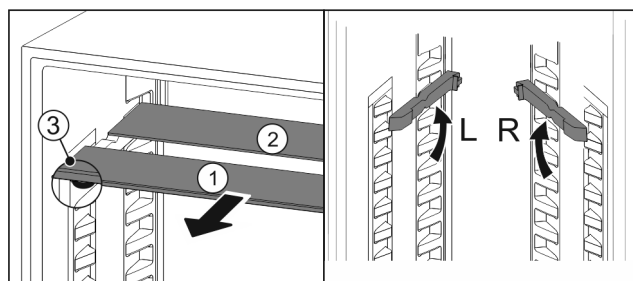

Fig. 105
- estrarre i ripiani di vetro singolarmente tirando in avanti Fig. 105 (1).
- ▷ Il piano in vetro Fig. 105 (1) con il motivo ornamentale è nella parte anteriore.
- ▷ I fermi Fig. 105 (3) sono rivolti verso il basso.